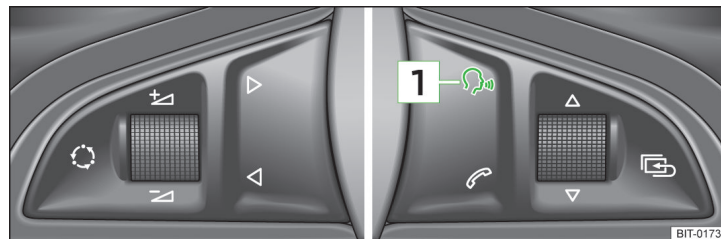

Fig. 85 Volante multifunción: manejo por voz
Pulsando brevemente la tecla **1** » fig. 85 en el volante multifunción.
Si el sistema está reproduciendo un mensaje, es necesario finalizar el mensaje que se está reproduciendo pulsando brevemente la tecla **1** » fig. 85 del volante multifunción.
- pulsando brevemente la tecla **1** » fig. 85 en el volante multifunción.